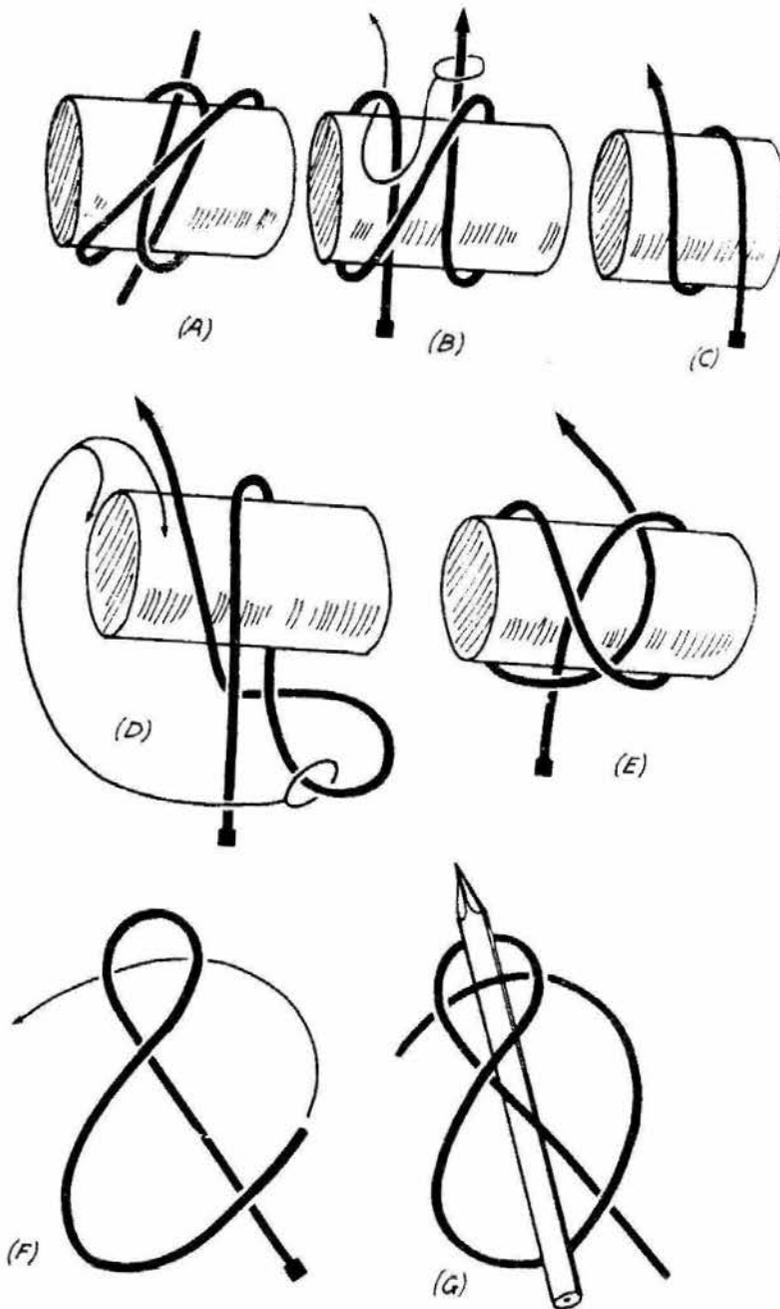

Fig. 6 Nœud de poupée
## Le nœud de poupée (fig. 6)
- le nœud de poupée (fig. 6) rapide et efficace;